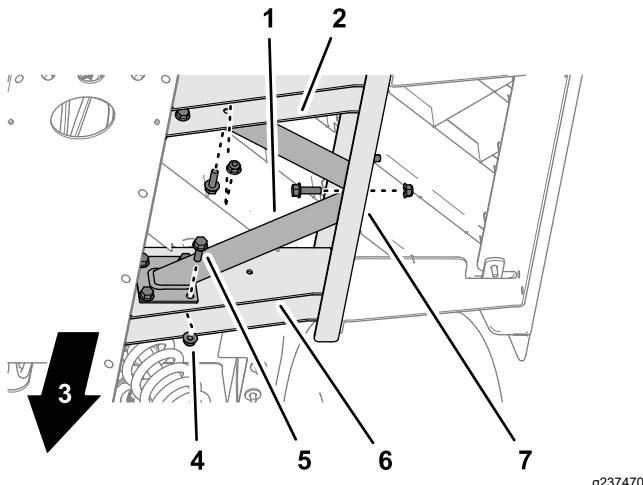

Figura 19
1. Alinee los taladros del tirante de suelo con los taladros que perforó en los perfiles laterales y de suelo (Figura 19).
2. Conecte el tirante de suelo a los perfiles laterales y de suelo con 10 pernos con arandela prensada (5/16" x 1") y 10 tuercas con arandela prensada (5/16"), como se muestra en la Figura 19.